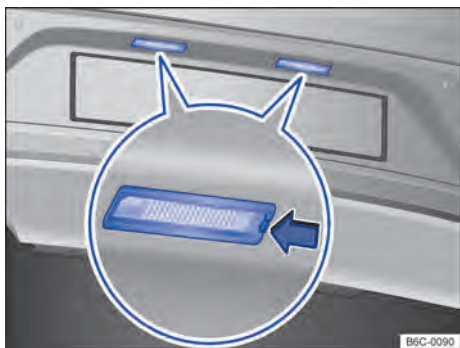

Fig. 173 No para-choque traseiro: lanterna da placa de licença.
- 2 Com o auxílio de uma chave de fenda, pressionar a trava → Fig. 173 (seta) para remover o conjunto.